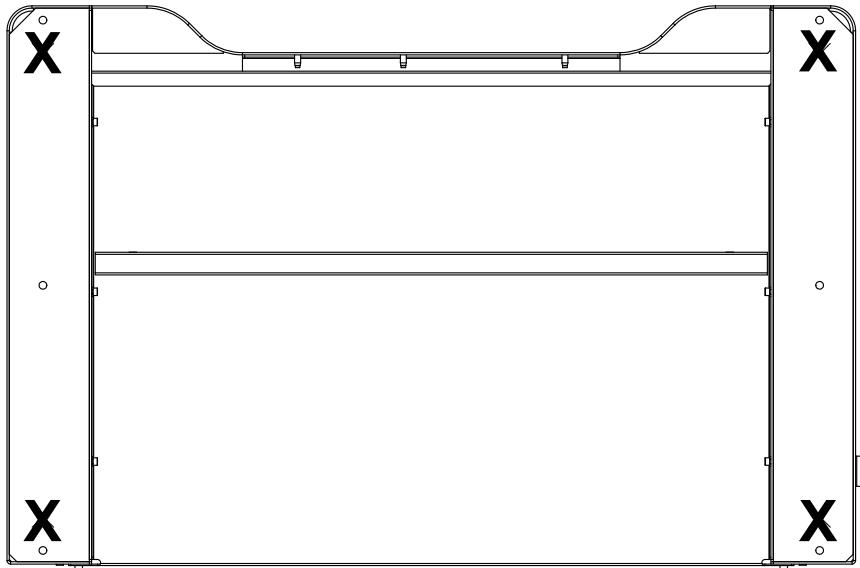

図 25. フレーム脚の位置を示すフレームの裏側
7. フレームを出荷用スキッドにボルトで固定するために、取り外したフレーム脚の位置を確認します。フレームベースの後部にある管状ブラケットを取り外し、フレーム脚を 83 ページの図 25 で示した位置に取り付けます。